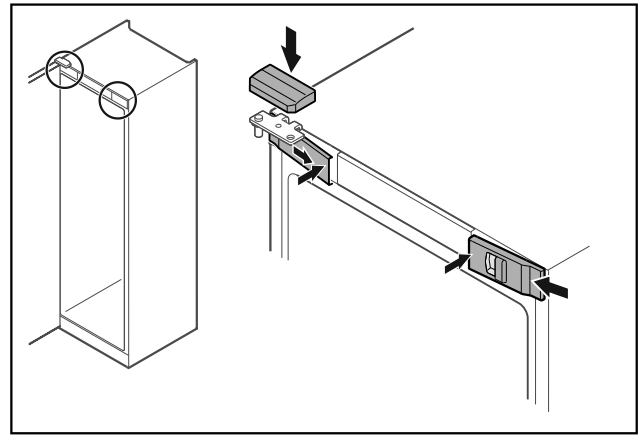

Fig. 52
- ▶ Enganchar las cubiertas delanteras Fig. 52 (1) lateralmente y encajar el interior.
- ▶ Encajar la cubierta superior Fig. 52 (2) desde arriba.